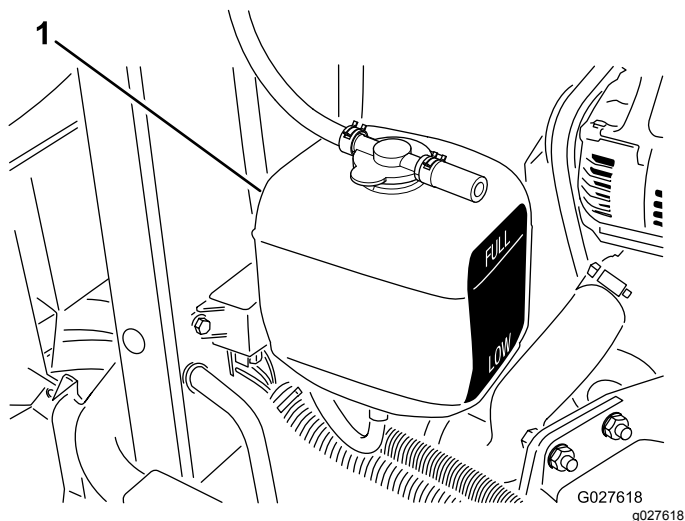

Figure 40
1. Vérifiez le niveau du liquide de refroidissement dans le vase d'expansion (Figure 40).